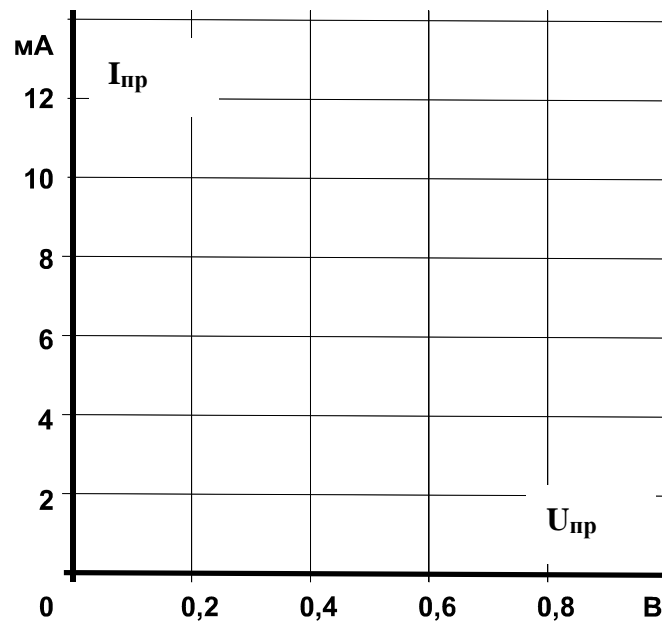

Рис. 4.1.3
- На рис. 4.1.3 постройте графики $I_{ПР}(U_{ПР})$ для каждого случая и убедитесь, что вольтамперные характеристики всех **p-n** переходов практически совпадают.